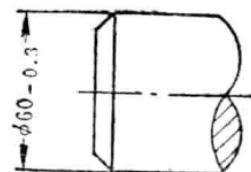

图22 负公差数值的注法
8. ——表示负的符号（即减号），如同加号的注法一样，表示这个公差数值是负数。如图 22，表示零件轴的直径是 60 毫米，加工时最小允许做到 59.7 毫米。通常应把符号和公差数字一并注在尺寸数字的右下方。